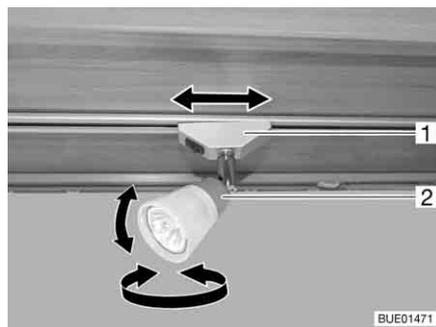

Bild 66 Spotleuchte
**Drehen:** ■ Gehäuse (Bild 66,2) fassen und drehen.
**Verschieben:** ■ Halterung (Bild 66,1) fassen und um ca. 45° drehen.
**Abnehmen:** ■ Halterung (Bild 66,1) fassen und um 90° drehen.